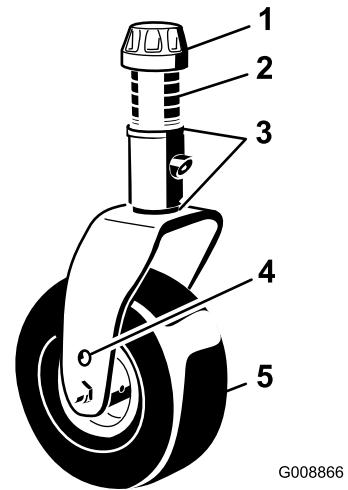
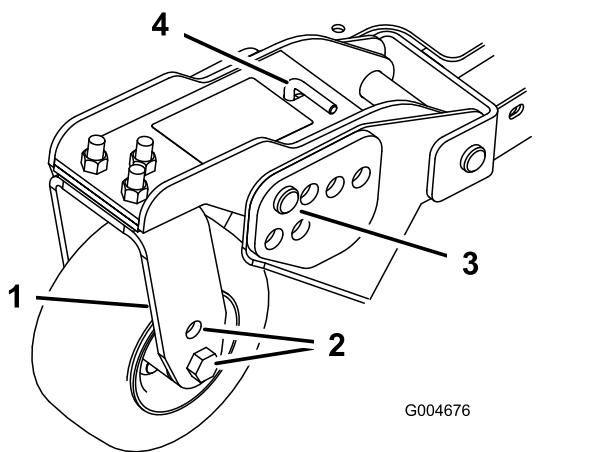
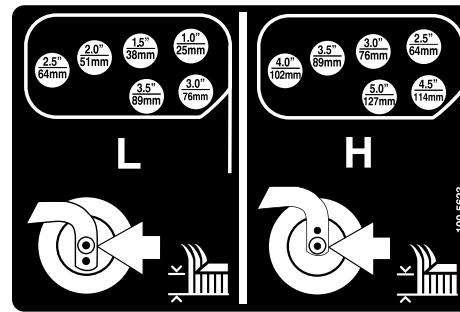

Figura 21
Figura 23
Figura 24
1. Posizionate gli assali delle ruote orientabili negli stessi fori di tutte le forcelle (Figura 21 e Figura 23).
2. Togliete il cappuccio di tensione dall'asse del perno ed estraete il perno dal braccio della ruota orientabile (Figura 21).
6. Togliete la coppiglia ed i perni con testa dai bracci di rotazione delle ruote orientabili (Figura 23).
7. Girate il tenditore per alzare o abbassare il braccio di rotazione finché i fori non sono allineati con i fori della staffa dell'altezza di taglio selezionati, nel telaio del piatto di taglio (Figura 23 e Figura 24).